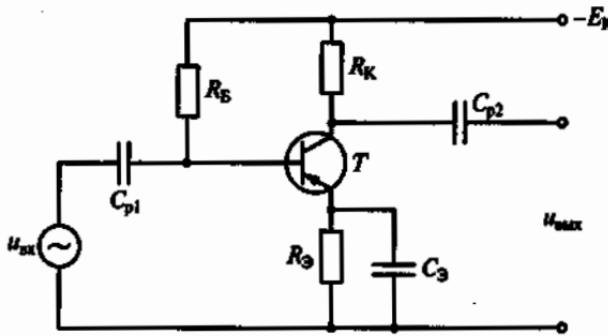

Рис. 207
8.26. В схеме усилительного каскада с общим эмиттером на рис. 207 введена температурная эмиттерная стабилизация при помощи цепочки $R_{\text{Э}}, C_{\text{Э}}$. Каким должно быть емкостное сопротивление $x_{C_{\text{Э}}}$ конденсатора $C_{\text{Э}}$, чтобы при этом не изменился коэффициент усиления каскада по напряжению?